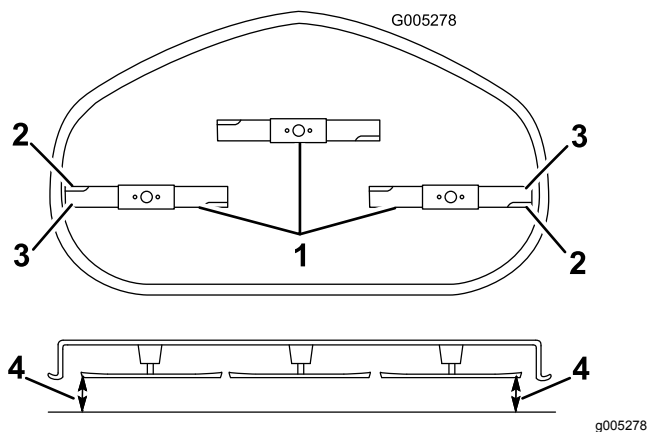

Figure 53
4. Faites pivoter la ou les lames avec précaution pour qu'elles soient toutes parallèles (Figure 53).
- Mesurez la distance entre les tranchants extérieurs et le sol plat (Figure 53). Si les deux mesures diffèrent de plus de 5 mm (3/16 po), un réglage s'impose. Poursuivez la procédure.